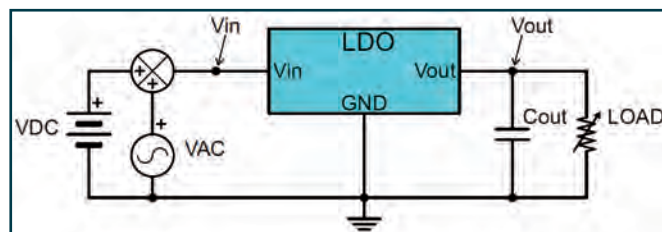

Fig. 2 – Diagramma a blocchi di una misura di PSRR su un regolatore LDO
**Fig. 2 – Le sezioni dei canali di conduzione sopra-die si restringono e si alzano da 22x34 nm a 14x42 nm mentre si abbatte la dissipazione termica e ciò consente di aumentare la densità dei transistor sul die**